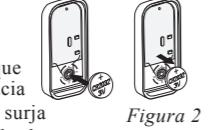

Figura 2
2. Instale o reemplace la batería (Consulte la Figura 2)